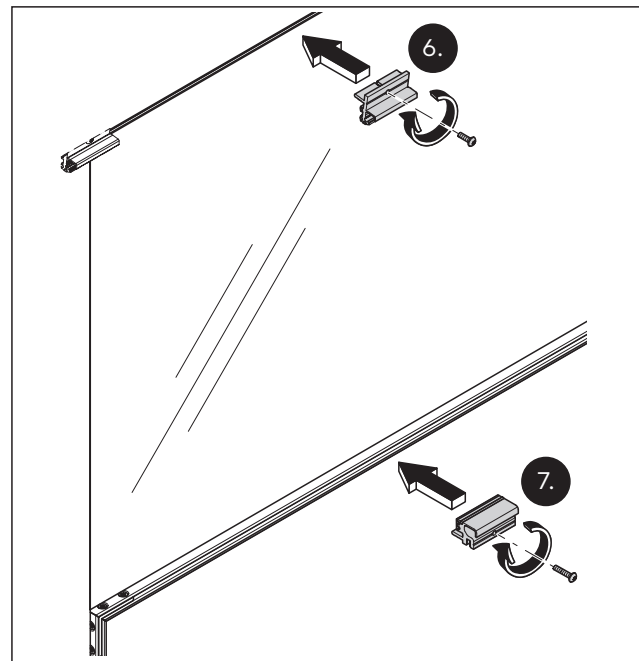

Abb. 44 Das Oberlicht waagrecht am Grundprofil des Aufnahmeprofils (oben) und am Grundprofil der Zarge (unten) befestigen
7. Mindestens 3 Glas-Klemmstücke pro Meter am Grundprofil des Aufnahmeprofils mit einem Drehmoment von 5 Nm montieren (Abb. 44).